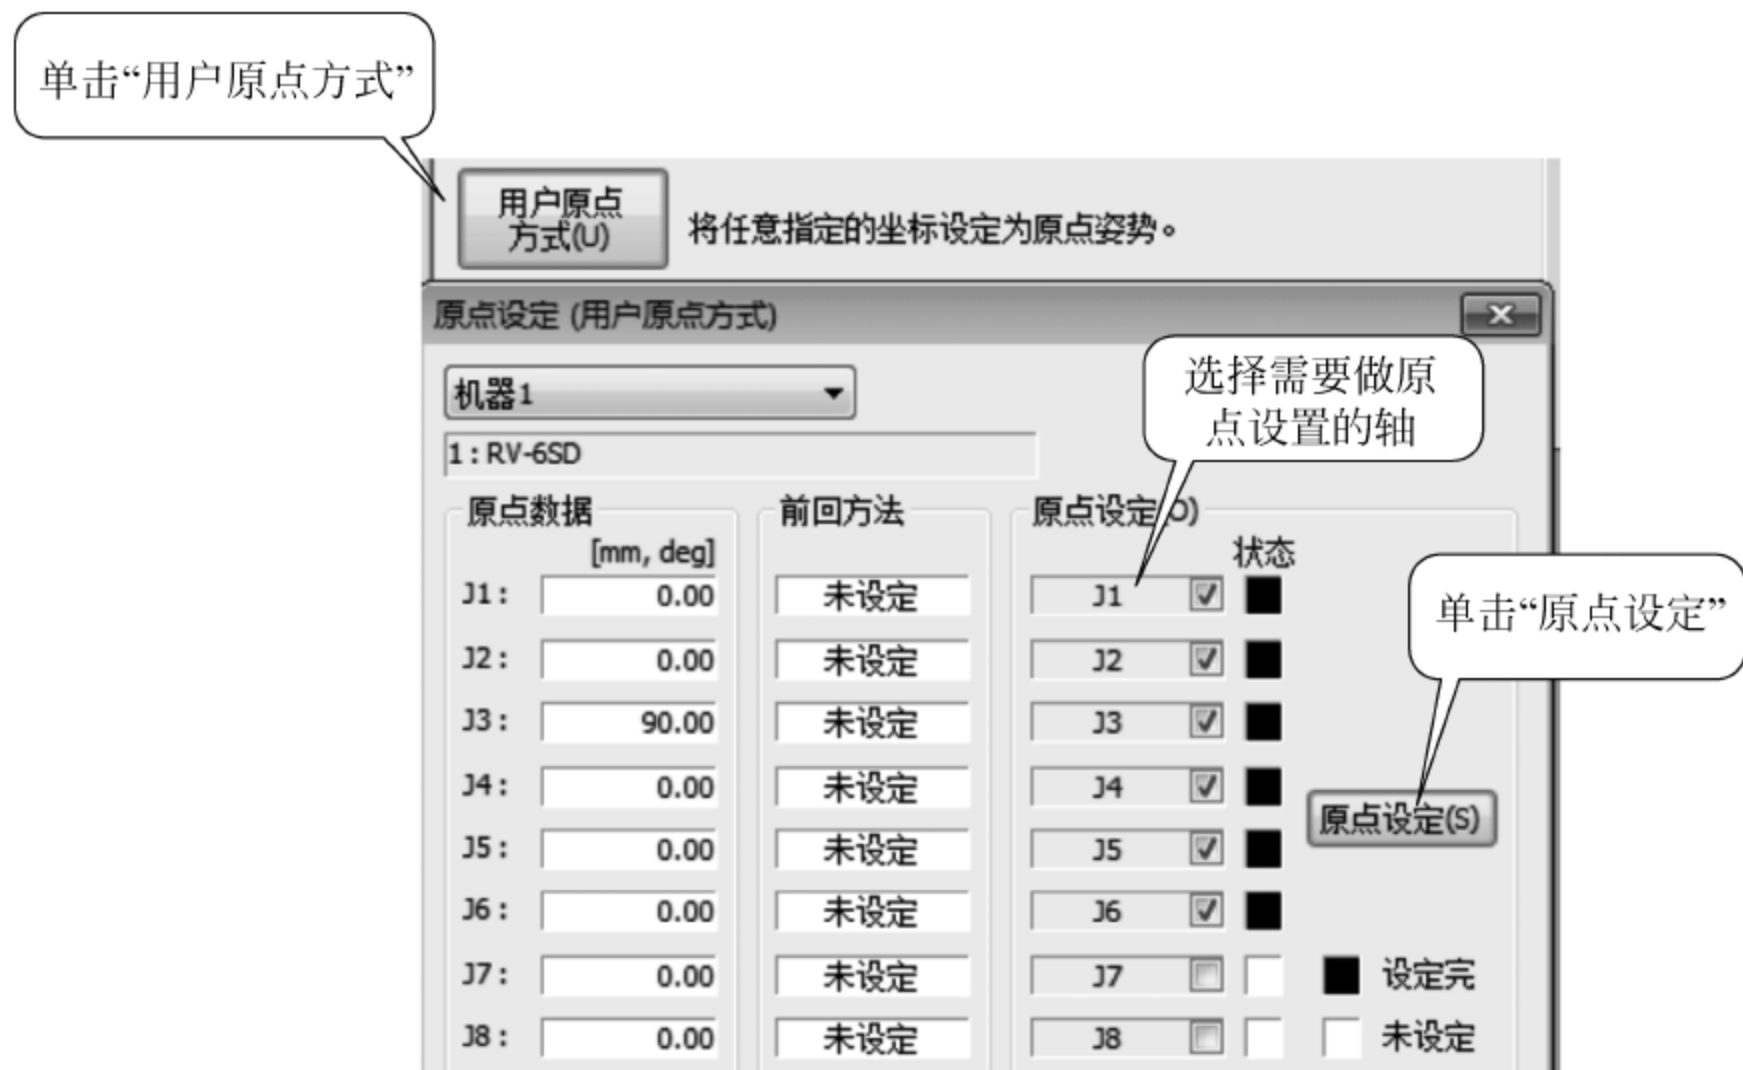

图 30-46 用户原点方式设置原点数据画面
- (1) 单击原点数据画面中的“用户原点”按钮，显示画面类似图 30-46；
- (2) 将机器人各轴移动到用户任意定义的原点位置；
- (3) 选中需要做原点设定的轴的复选框；
- (4) 单击“原点设定”按钮（原点设置完成）。